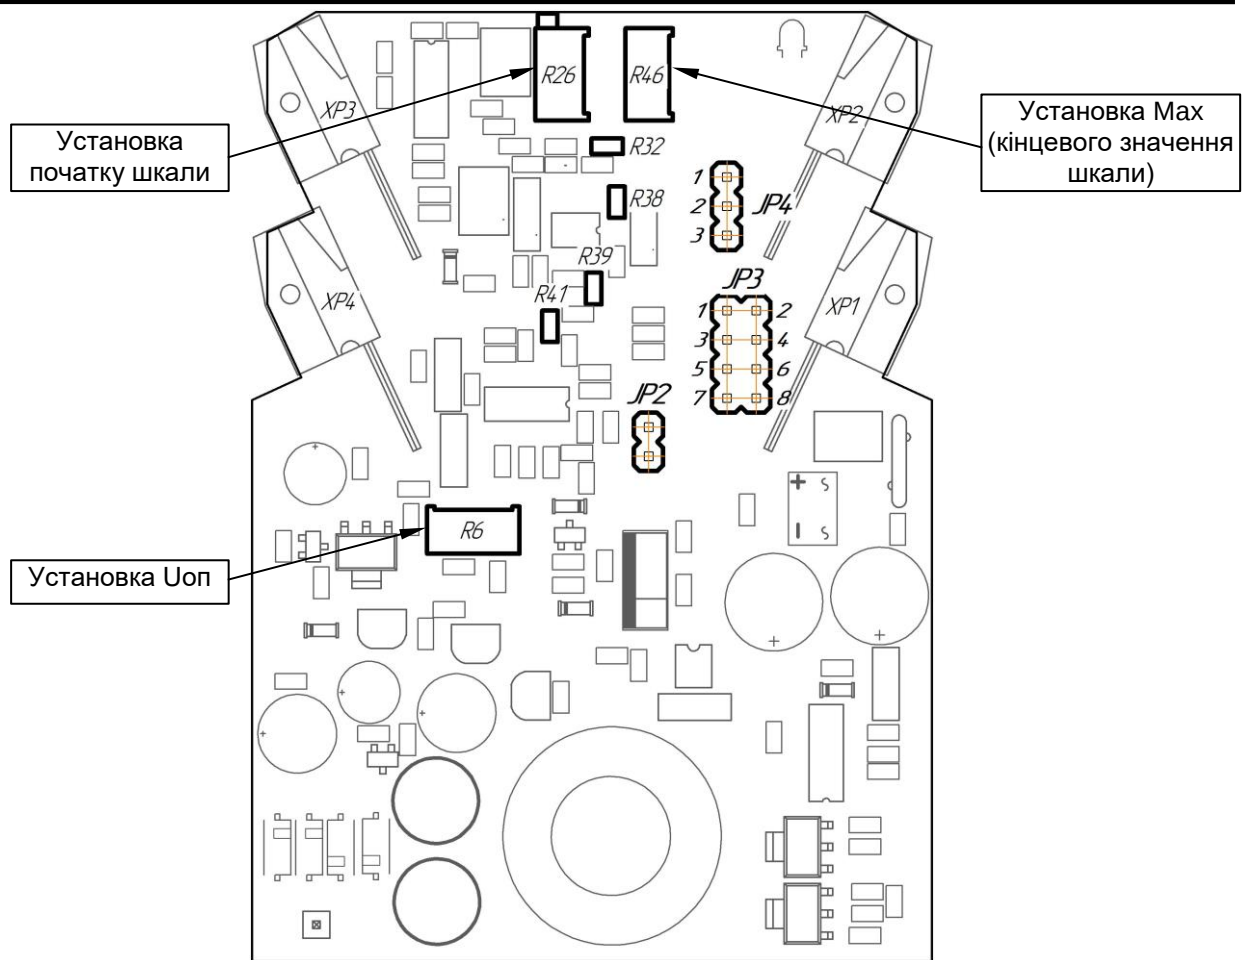

Рисунок 3.2 –Схема розташування органів регулювання та елементів перебудови БПТ-3
3.2.4 Для переналаштування БПТ-3 на інші вхідні/вихідні сигнали використовуйте рисунок 3.2 та таблиці 3.1-3.3.